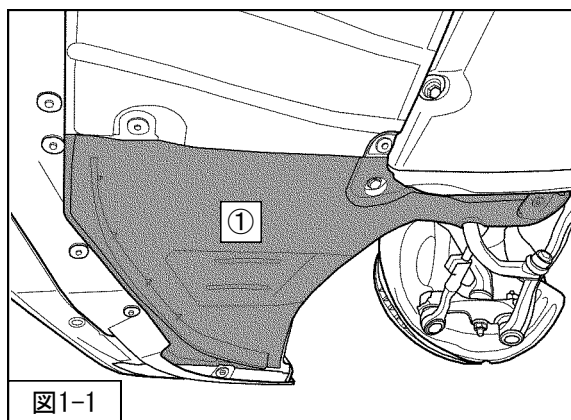

図1-1
2. ①フロントフェンダスプラッシュシールドFRを取外してください。（図1-1）